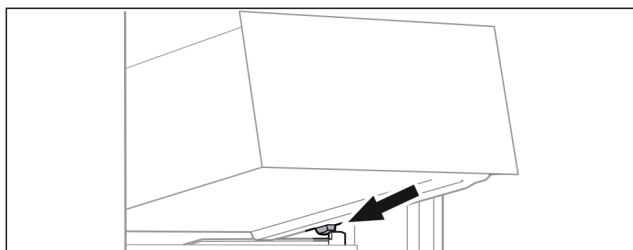

Fig. 83
- ▶ Schubfach schräg hinter den Stoppern auf Behälterrippe aufsetzen. (siehe Fig. 83)